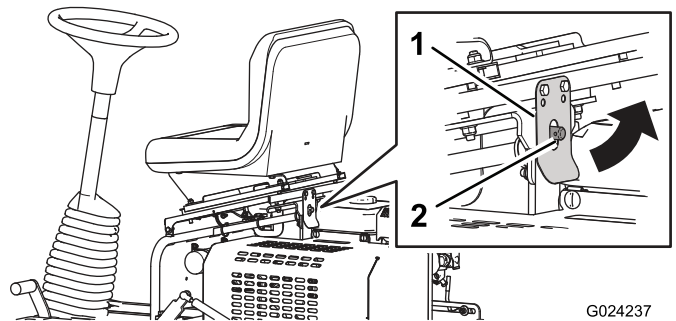

Bild 31
2. Ziehen Sie den Sitzriegel zurück und klappen den Sitz nach vorne (Bild 31).